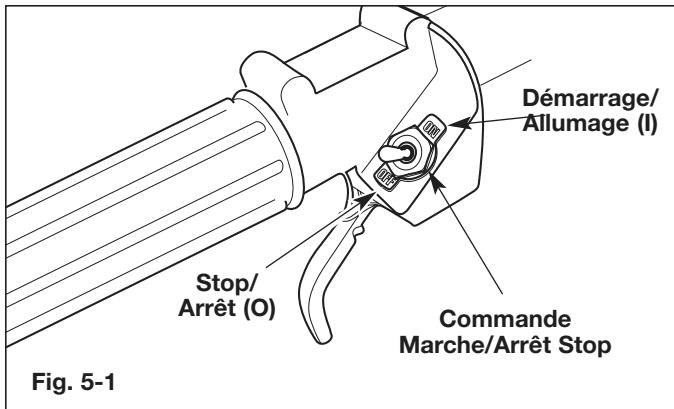
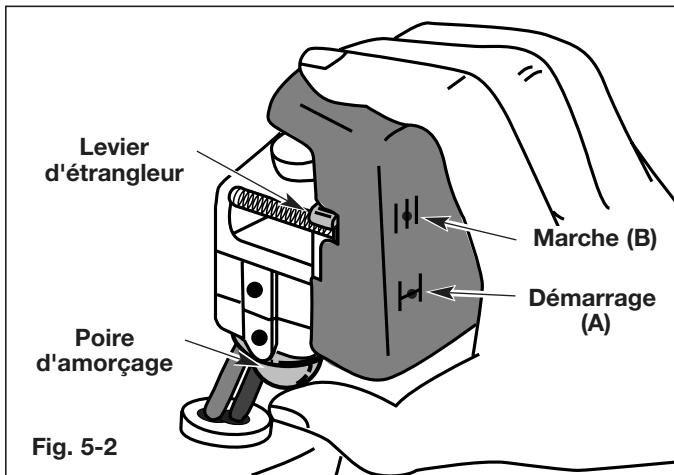

Fig. 5-1
Fig. 5-2
2. Mettez la commande Marche/Arrêt Stop en position de **DÉMARRAGE (I)** (Fig. 5-1).
3. Enfoncez complètement puis relâchez lentement la poire d'amorçage 5 à 7 fois. Vous devriez sentir et voir de l'essence dans la poire (Fig. 5-2). S'il n'y a pas de carburant dans la poire, appuyez trois fois ou plus ou jusqu'à ce qu'il y pénètre.
4. Mettez le levier d'étrangleur en position de **DÉMARRAGE (A)** (Fig. 5-2).
6. Mettez le levier d'étrangleur en position de **MARCHE (B)** (Fig. 5-2).
9. Appuyez sur la manette des gaz de 5 à 10 secondes pour réchauffer le moteur. Mettez le levier d'étrangleur en position de **MARCHE (B)** (Fig. 5-2).
REMARQUE : il n'est pas nécessaire d'utiliser l'étrangleur pour démarrer un moteur chaud. Mettez la commande Marche/Arrêt Stop en position de DÉMARRAGE (I) (Fig. 5-1) et le levier d'étrangleur en position de MARCHE (B) (Fig. 5-2).
2. Pour arrêter le moteur, mettez la commande de Marche/Arrêt Stop en position d'**ARRÊT [O]** (Fig. 5-1).